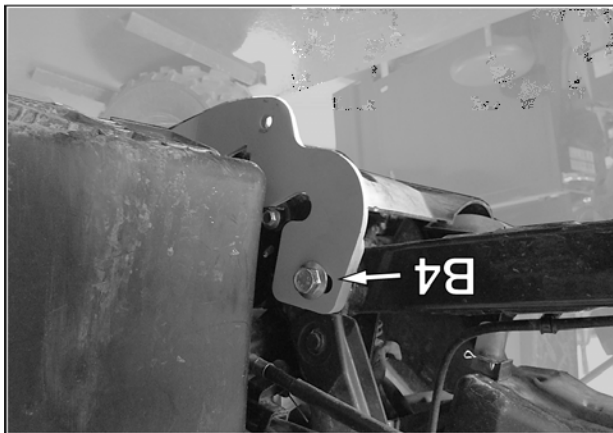

Fig. 5
5. Positionner l'ancrage au trou du boulon de fixation du bras oscillant de la suspension arrière. Fixer l'ancrage en place en insérant le boulon M12x90 mm (B4) au trou du support du bras oscillant et à l'ancrage. Visser l'écrou (B6) au boulon. Ne pas serrer immédiatement l'assemblage. Voir la Fig. 5